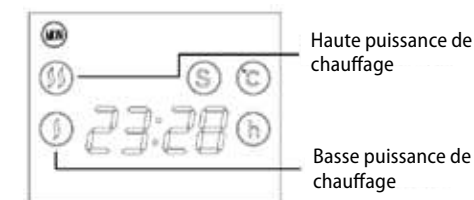

Fig. 3
Un appui sur le bouton (SS) règle la puissance de chauffage, en réglant une puissance basse, l'écran affiche (S). En réglant une puissance haute, l'écran affiche (SS), voir la Fig. 3.